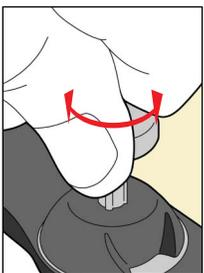

Fig. 15
1. Gire cada pino na máscara termoplástica frontal até a altura de alinhamento desejada. A altura recomendada é de 2 mm (as marcações são feitas em incrementos de 0,5 mm). (Fig. 15)